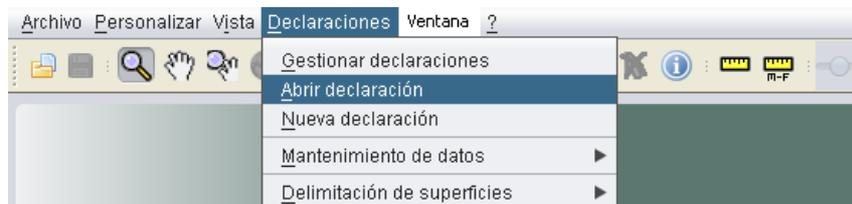

Fig. 87
2. **Opción 2.** A través del menú “Declaraciones – Abrir declaración” (Fig. 87), procediéndose entonces de la misma forma que en la opción 1b anterior.